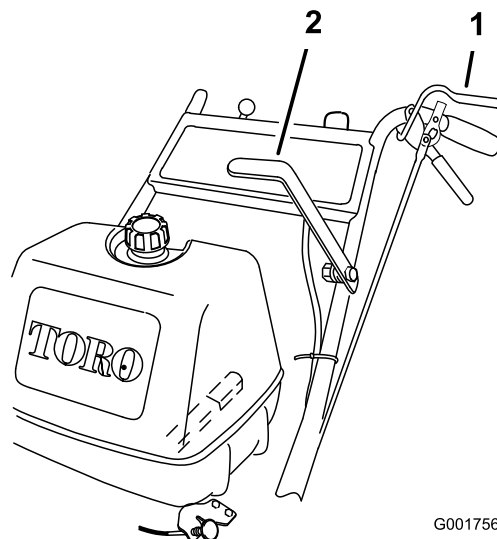

Figure 7
- Serrez les leviers de détection de présence de l'utilisateur contre les poignées (Figure 7).
- Poussez le levier de commande des lames (PDF) fermement en avant jusqu'à ce qu'il bascule en position de verrouillage (Figure 7).
Tirez le levier de commande des lames (PDF) complètement en arrière (Figure 7).